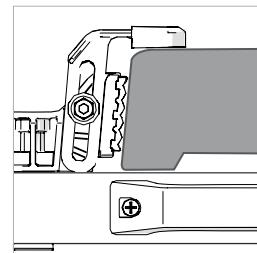

Fig. 19
Wenn Ihr Sägesockel KEINE Lippe hat, die unter der Klemme hervorsteht, MUSS die Sekundärklemme angebracht werden, um den Sockel von oben zu sichern. **(Abb. 19)**
- Falls erforderlich, justieren Sie die sekundären klemmen für eine verbesserte positive Positionierung und zusätzlichen Halt auf der Oberseite des Kappsägesockels. **(Abb.19)** Ziehen Sie diese mit dem mitgelieferten Sechskantschlüssel fest.